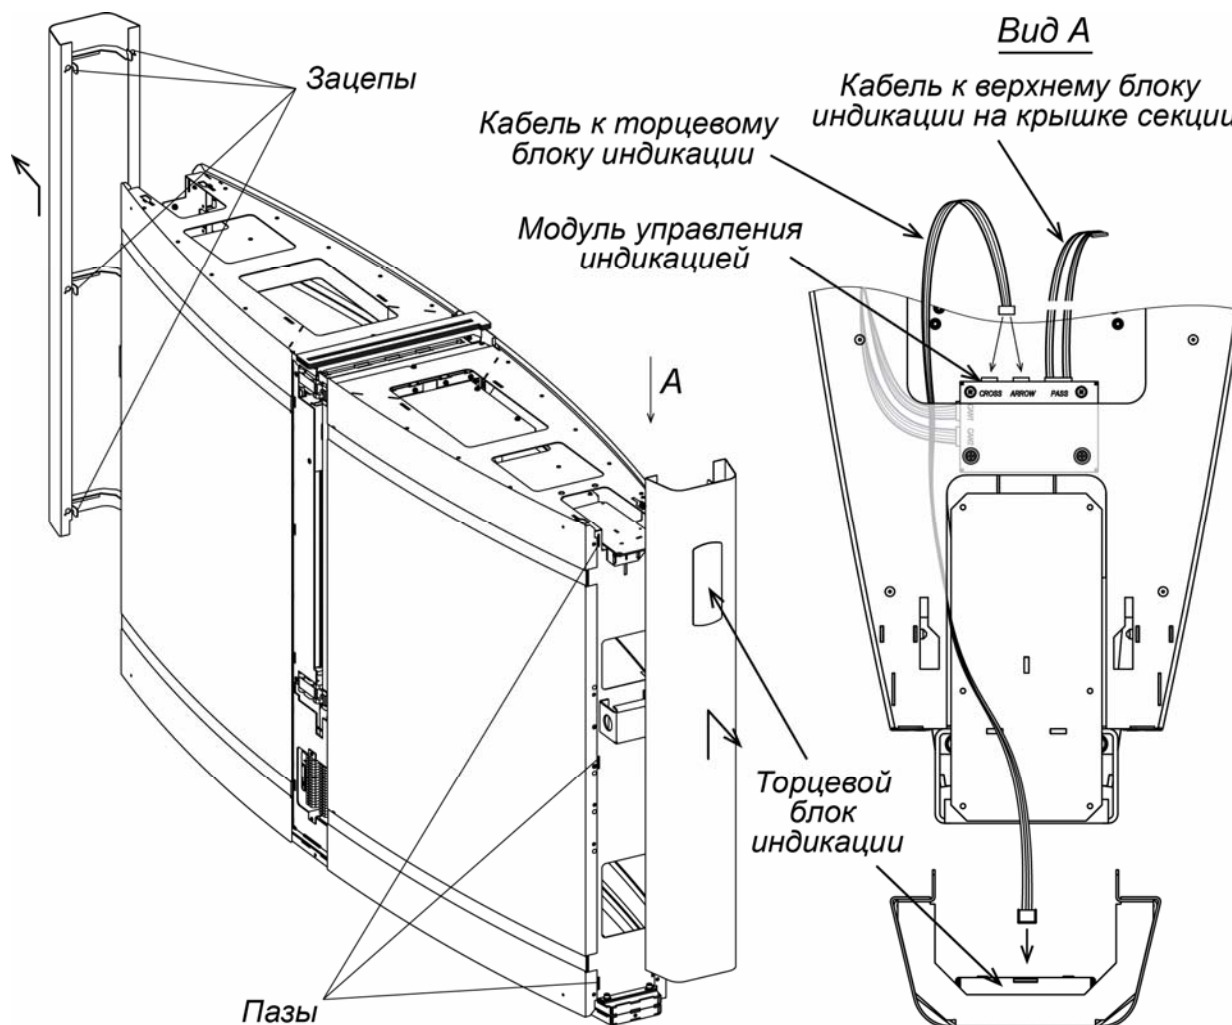

Рисунок 19. Демонтаж торцевой панели
- Демонтируйте торцевые панели (7) (см. разд. 8.7.1, рис. 19). Будьте аккуратны, не повредите соединительный кабель торцевого блока индикации (8)!
21. Распакуйте створки стеклянные (1), стекла заполнения (2), стеклянные крышки секций (3), центральные вставки (4) и боковые панели (6) (ящики №2, №4).
- Установите торцевые панели (7) (см. разд. 8.7.1, рис. 19). Панель с торцевым блоком индикации (8) должна монтироваться со стороны секции с модулем управления индикацией, при этом к торцевому блоку индикации необходимо подсоединить соответствующий соединительный кабель от модуля управления индикацией (см. рис. 19). Для отображения на торцевом блоке индикации белой стрелки соединительный кабель должен быть подключен к разьему **ARROW** модуля управления индикацией, для отображения красного креста – к разьему **CROSS**.
- Смонтируйте стеклянные крышки (3) (см. разд. 8.7.8, рис. 26), крышка с верхним блоком индикации (5) должна монтироваться со стороны секции с модулем управления индикацией, предварительно к верхнему блоку индикации необходимо подсоединить соответствующий соединительный кабель от модуля управления индикацией (см. рис. 19).
1. Сдвиньте панель вверх вдоль торцевой стороны секции для вывода её из зацепов (допускается в качестве рычага использовать большую плоскую отвертку, вставленную в щель снизу панели), после чего аккуратно отведите её от секции (см. рис. 19) на расстояние около 10 см. Будьте осторожны и не повредите соединительный кабель!
Крышки с верхним блоком индикации должны устанавливаться со стороны секции с модулем управления индикацией, предварительно к верхнему блоку индикации необходимо подсоединить соответствующий соединительный кабель от модуля управления индикацией, см. рис. 19 и 26.